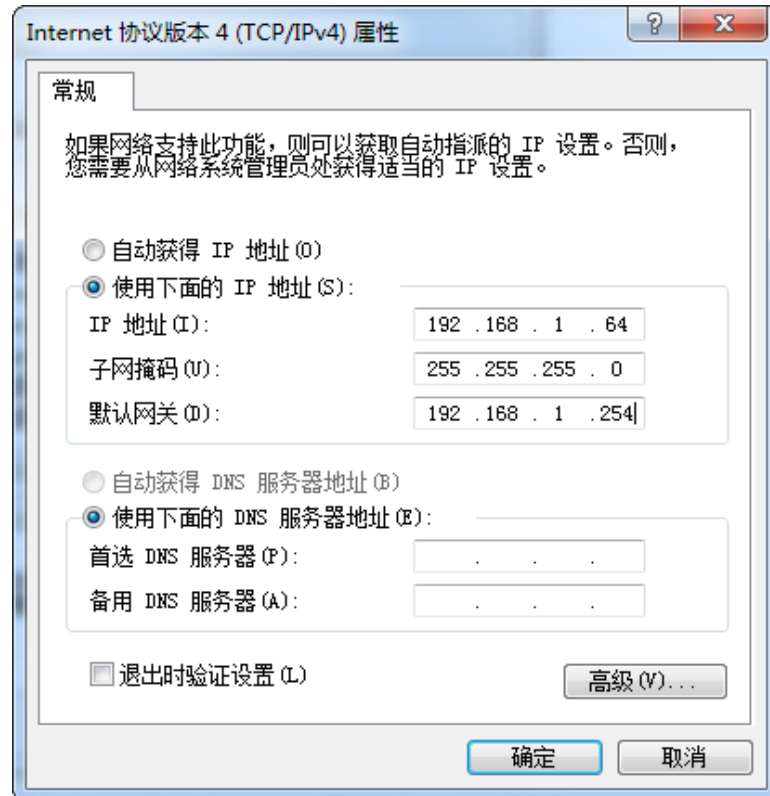

图2-2 本地网络配置
2. 双击“Internet 协议版本 4”设置 PC 的 IP 地址。建议将 PC 的网口配置为静态 IP 地址，缩短设备搜索时间，如图 2-2 所示。